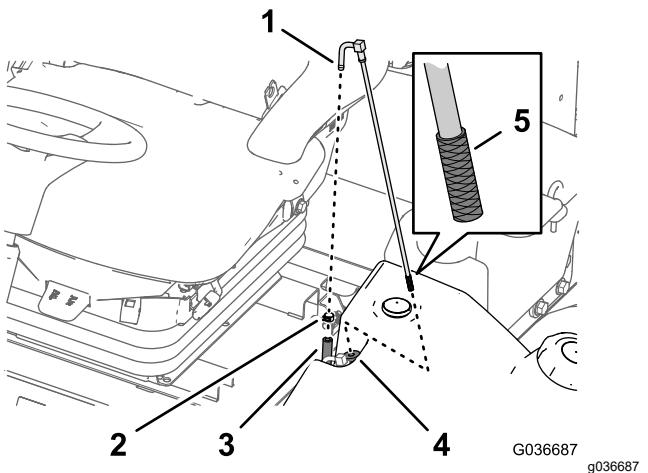

Figura 46
1. Retire la abrazadera que fija la manguera de suministro de combustible al acoplamiento del tubo de aspiración de combustible (Figura 46).
2. Retire la manguera del acoplamiento (Figura 46).
3. Eleve el tubo de aspiración de combustible del depósito de combustible (Figura 46).
4. Limpie cualquier residuo de la rejilla al final del tubo de aspiración de combustible (Figura 46).
5. Inserte el tubo de aspiración de combustible a través del casquillo de goma y en el depósito (Figura 46).